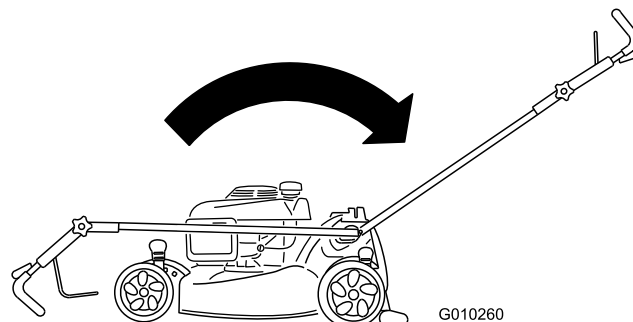

Figura 51
2. Spostate la stegola in posizione verticale (Figura 51).